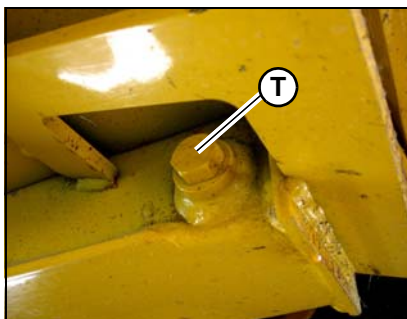

Figura 113 – Bujões de drenagem da caixa de correntes
2. Remova os bujões de drenagem (T, Figura 113) em ambas as caixas de correntes e drene o óleo para um ou vários recipientes adequados.